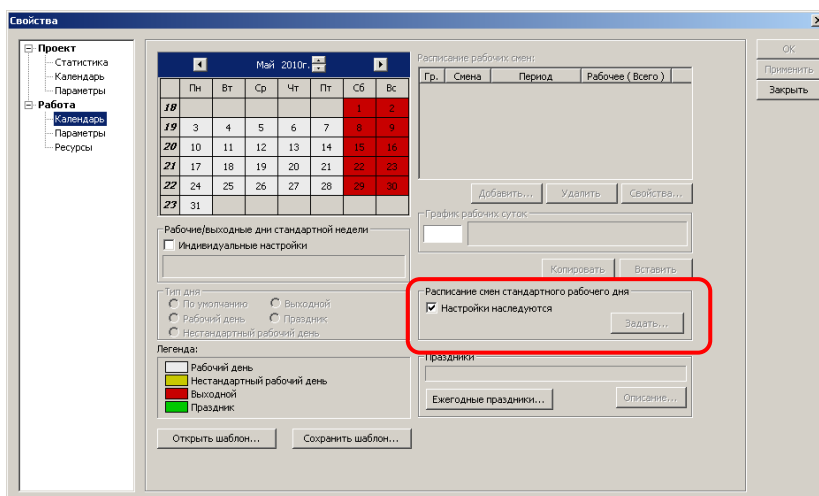

Рис. 3.9 Диалоговое окно «Свойства», календарь работы.
1. В группе **«Расписание смен стандартного рабочего дня»** снимите флаг **«Настройки наследуются»** (Рис. 3.9) и нажмите кнопку **«Задать»**.